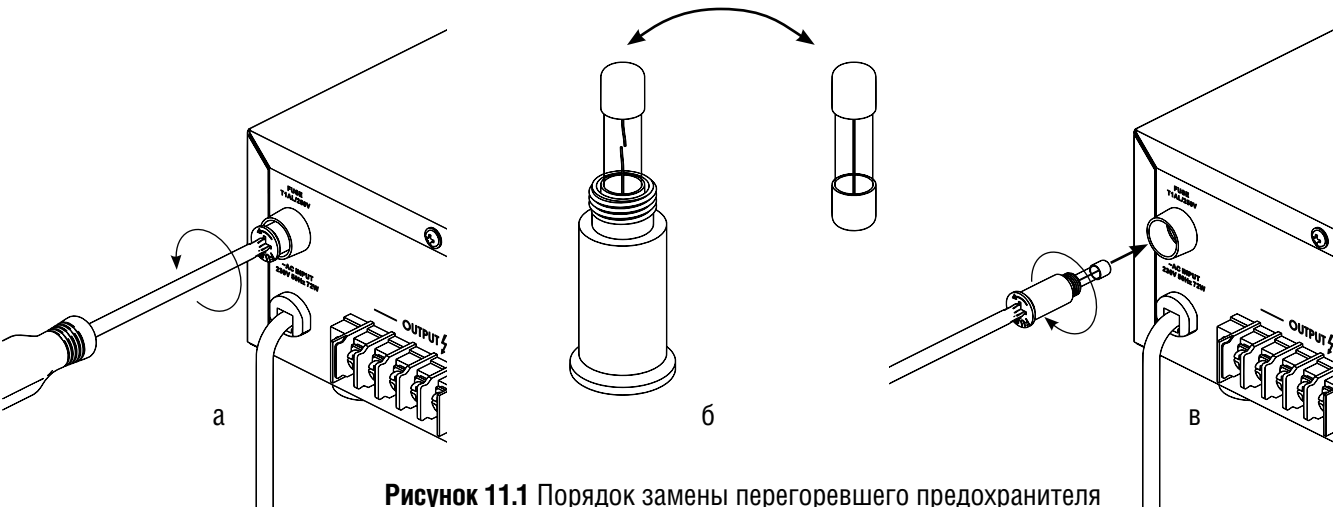

Рисунок 11.1 Порядок замены перегоревшего предохранителя
- 2. Извлеките крышку предохранителя из трансляционного усилителя поворачивая её против часовой стрелки крестовой отвёрткой (**Рис. 11.1, а**).
- 3. Замените перегоревший предохранитель исправным, предварительно убедившись, что в крышке не осталось посторонних предметов (**Рис. 11.1, б**).
- 4. Вставьте крышку с исправным предохранителем в трансляционный усилитель и плотно закрутите её, поворачивая по часовой стрелке (**Рис. 11.1, в**).